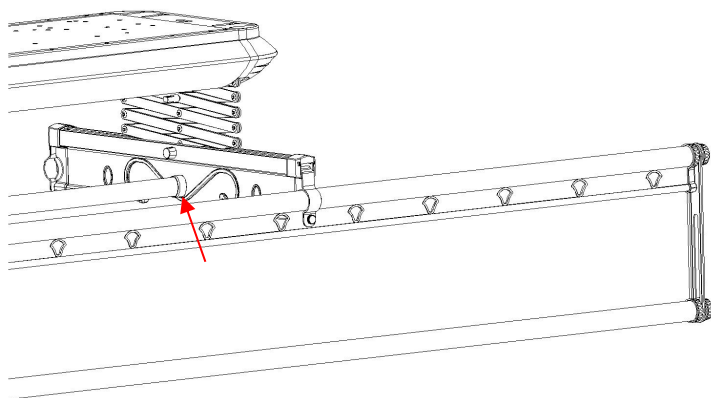

图 7
11. 安装中间杆：将中间杆封口装到衣杆支撑板上，把中间杆插进机器两个剪刀架组件的中间杆封口之间。（如图 7）